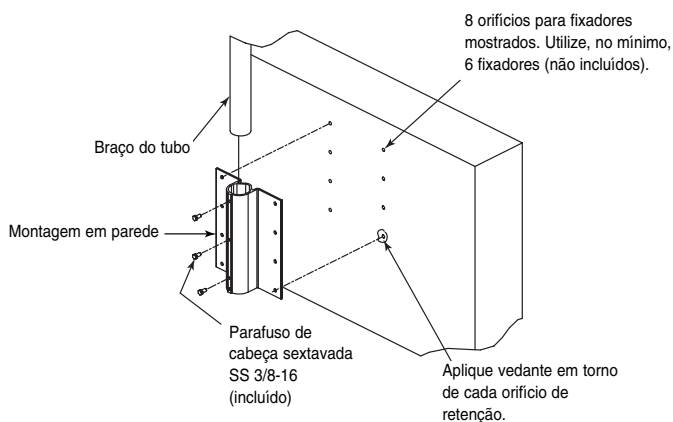

Figura 2 Montagem da instalação de parede
- b. Utilizando o suporte de montagem em parede como modelo, posicione-o no local pretendido e assinale as localizações dos orifícios na parede (consulte FIGURA 2). Utilize, no mínimo, seis (6) fixadores (não incluídos): três (3) fixadores para cada lado do suporte de montagem.
**ATENÇÃO:** Utilize seis (6) fixadores de aço inoxidável com 10 mm (3/8 polegadas) de diâmetro (não incluídos). Cada fixador tem de aguentar, no mínimo, uma carga de tensão de 275 kg (600 lb).
- d. Aplique um vedante de boa qualidade em redor de cada orifício, ponto de fixação ou bucha na superfície de montagem (consulte FIGURA 2).
- j. Rode o braço do tubo para mover o AutoDome, posicionando-o na parte exterior do telhado. Aperte os três (3) parafusos hexagonais em aço inoxidável com 10 mm (3/8 polegadas) (incluídos; consulte FIGURA 2) para fixar o braço do tubo na posição devida.